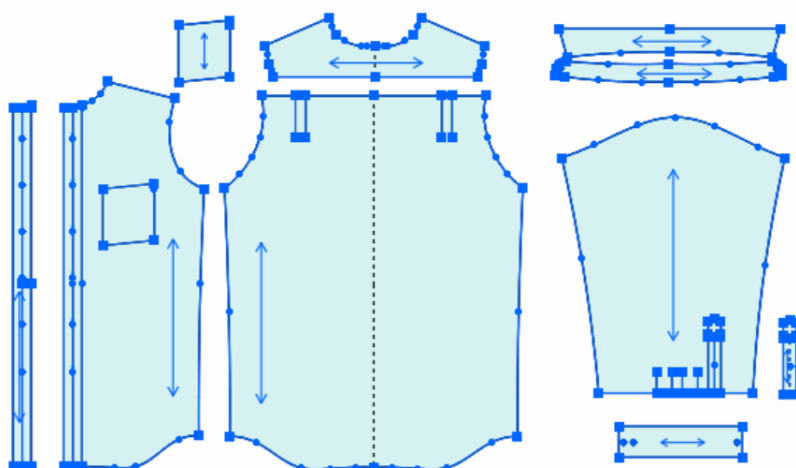

图 4-2-35 男衬衫 2D 制板
① 用“ (剪断线)”和“ (橡皮擦)”工具删除不必要线条；修顺各轮廓线。
② 用“ (对称)”工具将衣领、后片、过肩对称处理。
③ 用“ (剪刀)”工具将各裁片裁剪为纸样裁片，鼠标右键转换为“拾取辅助线”工具，将前片门襟、口袋、后片褶、领翻折线、袖衩及褶等内部线拾取。
④ 用“ (钻孔)”工具在门襟中线、领口、袖口进行扣位定位；用“ (布纹线)”工具调整各裁片布纹方向，完成男衬衫 2D 制板，如图 4-2-35 所示。
⑤ 通过菜单“文档→输出 ASTM 文件”输出另存为“男衬衫.dxf”格式文件，方便与 3D 试衣软件系统对接。